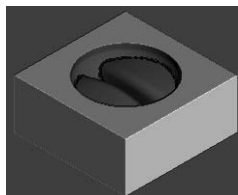

图 3-126 仿真加工结果
2) 在“仿真”工具栏的“当前刀具路径”下拉列表中选择要模拟的刀具路径 cornerfinish，然后单击“执行”按钮，系统开始自动仿真加工，仿真加工结果如图 3-126 所示。